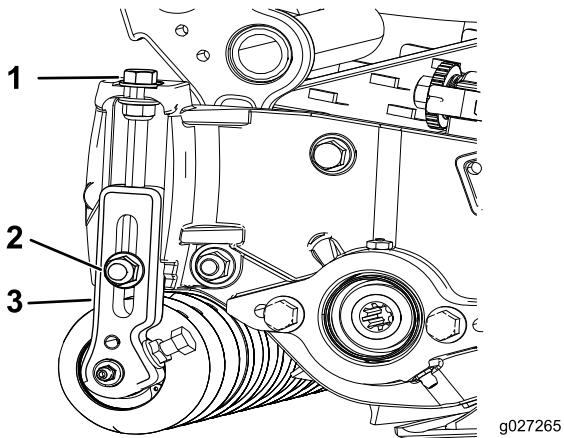

Figura 15
1. Allentate i dadi di bloccaggio che fissano le staffe di regolazione dell'altezza di taglio sulle piastre laterali dell'apparato di taglio (Figura 15).